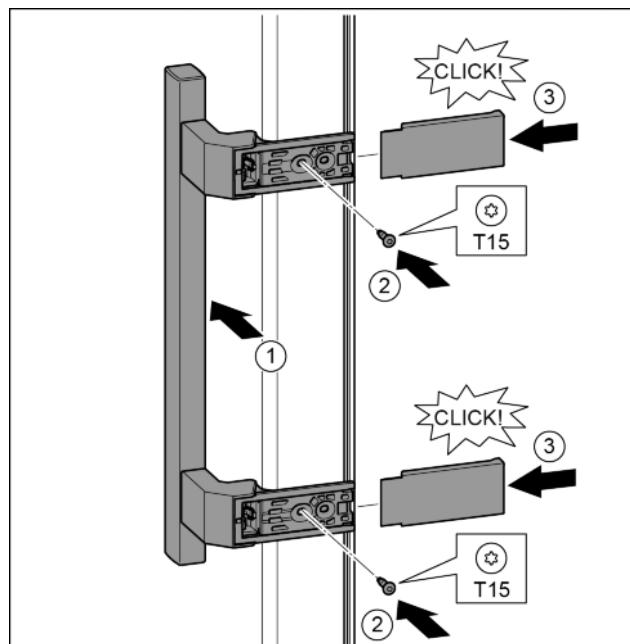

Fig. 32
- Встановіть ручку з протилежного боку. Fig. 32 (1)
- Закрутіть гвинти за допомогою викрутки T15. Fig. 32 (2)
- Встановіть кришки з боків та вставте їх. Fig. 32 (3)